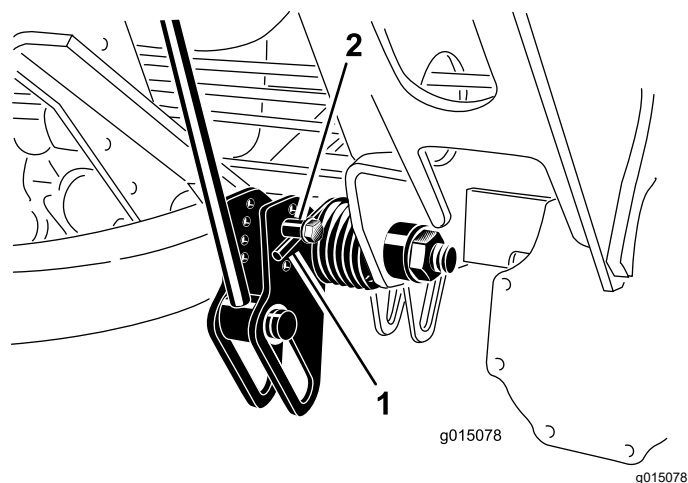

Figura 60
2. Insira um tubo ou objeto semelhante na extremidade longa da mola para aliviar a tensão durante o ajuste (Figura 60).
3. Enquanto alivia a tensão da mola, retire o parafuso e a porca de bloqueio que prendem o atuador de mola ao suporte (Figura 60).